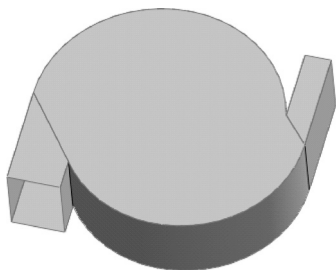

图 4-133 创建多个平面区域
STEP 2 单击“曲面”工具栏中的“平面区域”按钮，多次执行平面区域操作，选择 **STEP 1** 创建的拉伸曲面的边线，创建转子的上下平面，如图 4-133 所示。